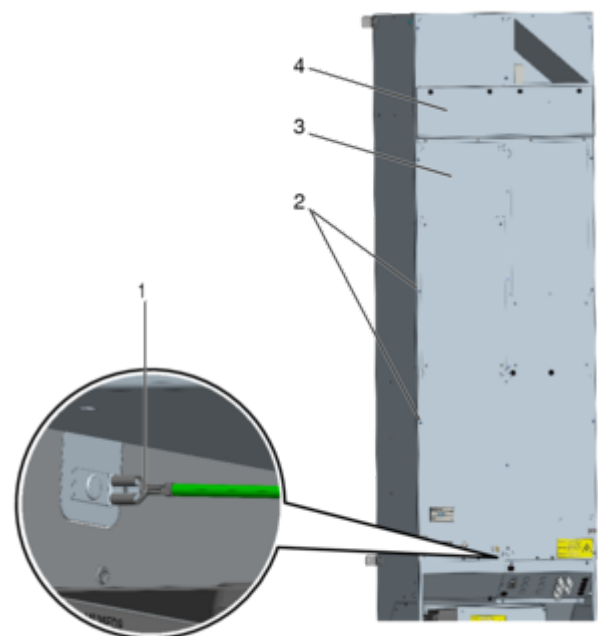

Abb. 40: Gerätedeckel demontieren
- ▶ Den Gerätedeckel des Lüftungsgeräts (Abb. 40 /3) demontieren, dazu alle Kreuzschlitzschrauben (Abb. 40 /2) am Gerätedeckel lösen.
Beim Abnehmen des Gerätedeckels, den Schutzleiter (Abb. 40 /1) lösen.